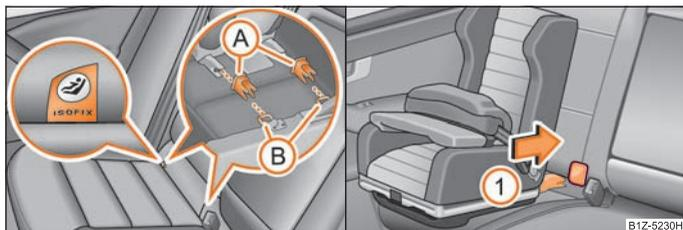

Fig. 147 Oeillets de retenue (système ISOFIX) / les sièges pour enfants ISOFIX sont insérés dans les ergots déjà montés
Deux oeillets de fixation* pour la fixation d'un siège pour enfant avec système « ISOFIX » se trouvent entre le dossier et l'assise du siège passager avant. Sur les sièges arrière extérieurs, les oeillets de fixation sont sous le rembourrage. Les emplacements sont identifiés par des étiquettes portant l'inscription « ISOFIX » ⇒ fig. 147 - à gauche.
- Insérez les ergots (A) dans les oeillets de retenue (B) entre le dossier et l'assise ⇒ fig. 147.
- Poussez les bras de blocage du siège pour enfants dans les oeillets de retenue dans le sens de la flèche ① jusqu'au déclic ⇒ fig. 147.